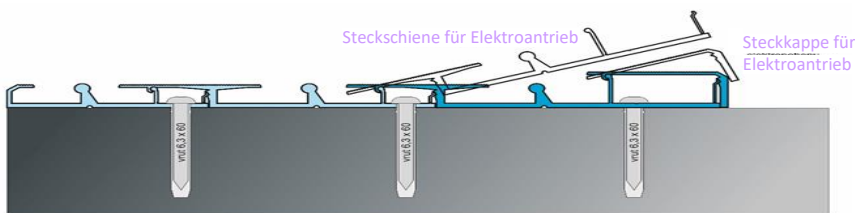

Abb. 7.10
- Beispiel für die Schienenbefestigung. Nur zur Verwendung mit SUPREME LINE-Modellen mit Elektroantrieb, Abb. 7.10.